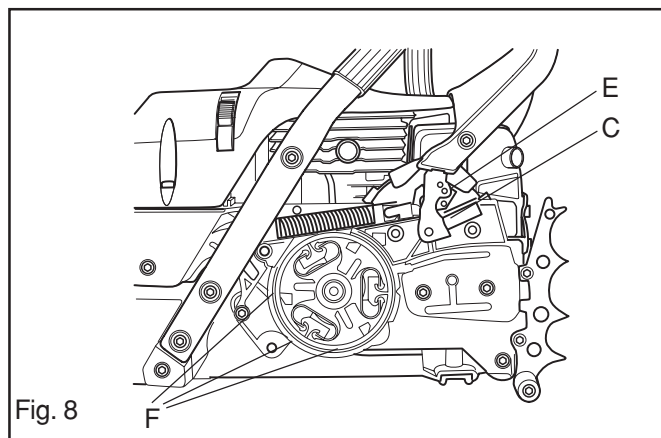

Fig. 8
2. Graisser les éléments mobiles de l'articulation (E) et monter l'unité sur la tronçonneuse. Voir la fig. 8.
9. Contrôler que la bande de frein est bien placée dans l'évidement (F) du carter moteur. Voir la fig. 8.